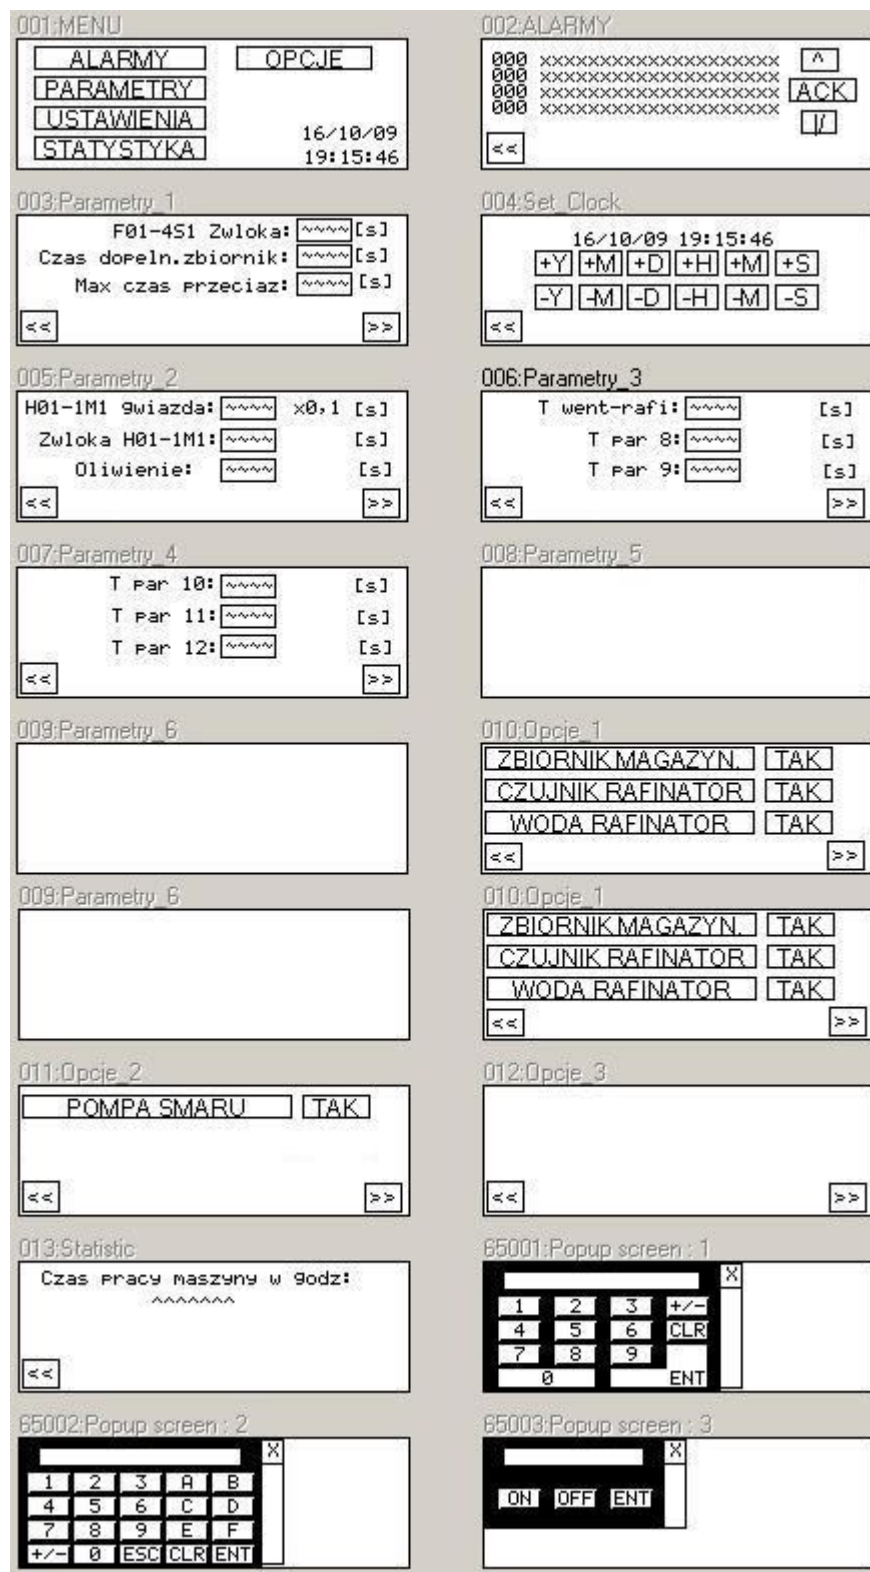

Рисунок 13: Структура экранов панели оператора.
6. Главным регулятором производительности №2 устанавливаем величину тока на 44 до 46 А. Рис. 13. Машина находится в рабочем режиме. Во время процесса оператор наблюдает за величиной тока в главном двигателе и по мере потребности корректирует отклонения регулятором № 2.
Машина находится в режиме ручного управления. Отодвигаем прижимной валик, максимально вращая винтом 30 на рис. 13 по часовой стрелке. Затем нажимаем кнопку №10 рис.11 (ручная подача давления). Если не слышно вращающегося валика, отпускаем кнопку и обарачиваем винтом 30 против часовой стрелки на полоборота. Нажимаем кнопку №10, прислушиваясь, крутится ли валик. Процедура завершена. Валик установлен.